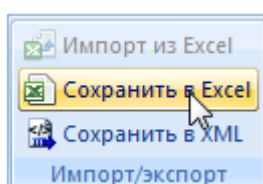

Рис. 13-74 – Кнопка «Сохранить в Excel» панели Импорт/экспорт
3) Нажать кнопку «Сохранить в Excel» панели «Импорт/экспорт» (рис. 13-74).